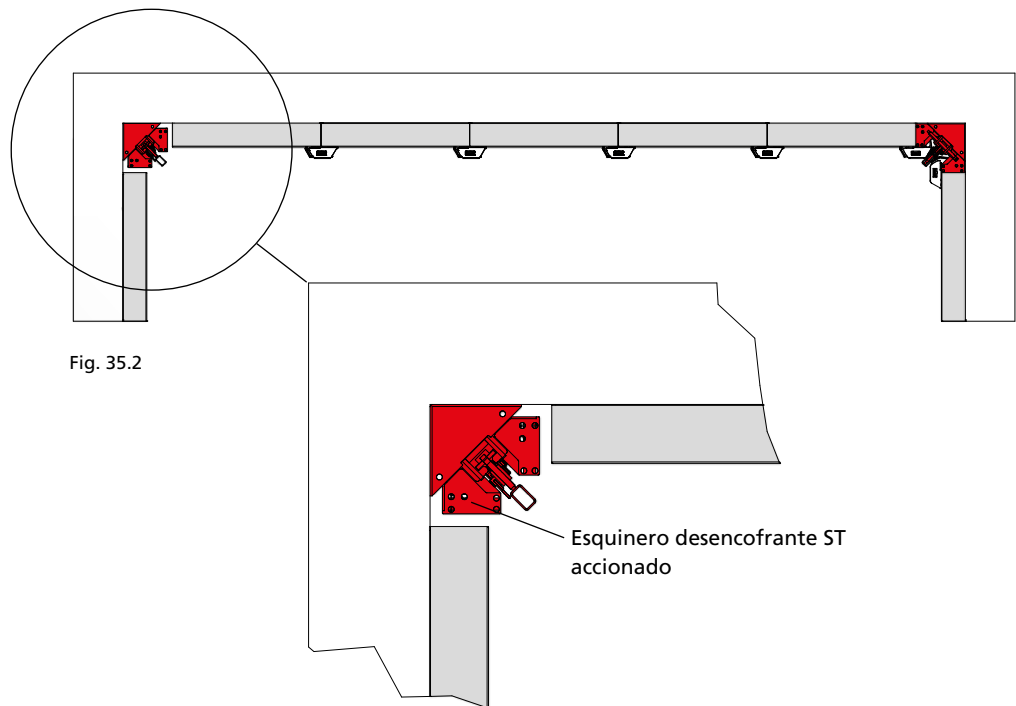

Fig. 35.2
2. Accionar el esquinero desencofrante (Fig. 35.2 y la página ST/AS-32 hasta -34).